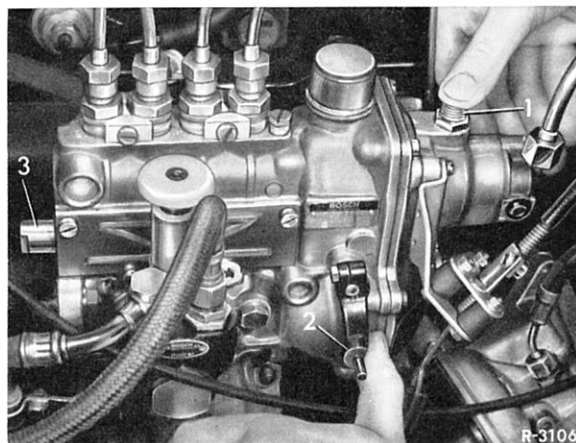

Bild 07-46/1
2 Anlaß- und Stopzug am Verstellhebel (2) der Einspritzpumpe aushängen. Schutzhülse (3) über Regelstange entfernen. Unterdruckleitung am Unterdruckanschluß (1) abschrauben. Regelstange mit Verstellhebel (2) ganz in Richtung STOP drücken und mit einem Finger Unterdruckanschluß (1) abdichten. Dann Verstellhebel loslassen und Regelstange beobachten (siehe Bild 07-46/1).